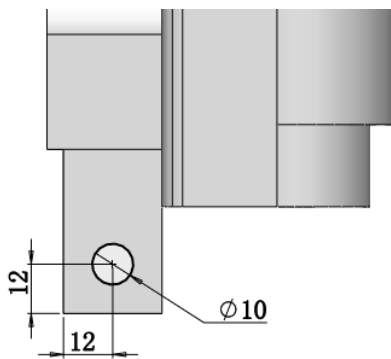

图 12-87 绘制草图 3
**05** 绘制草图。在左侧的“FeatureManager 设计树”中用鼠标选择“上视基准面”作为绘制图形的基准面。单击“草图”控制面板中的“圆”按钮, 绘制草图轮廓, 标注并修改尺寸, 结果如图 12-87 所示。